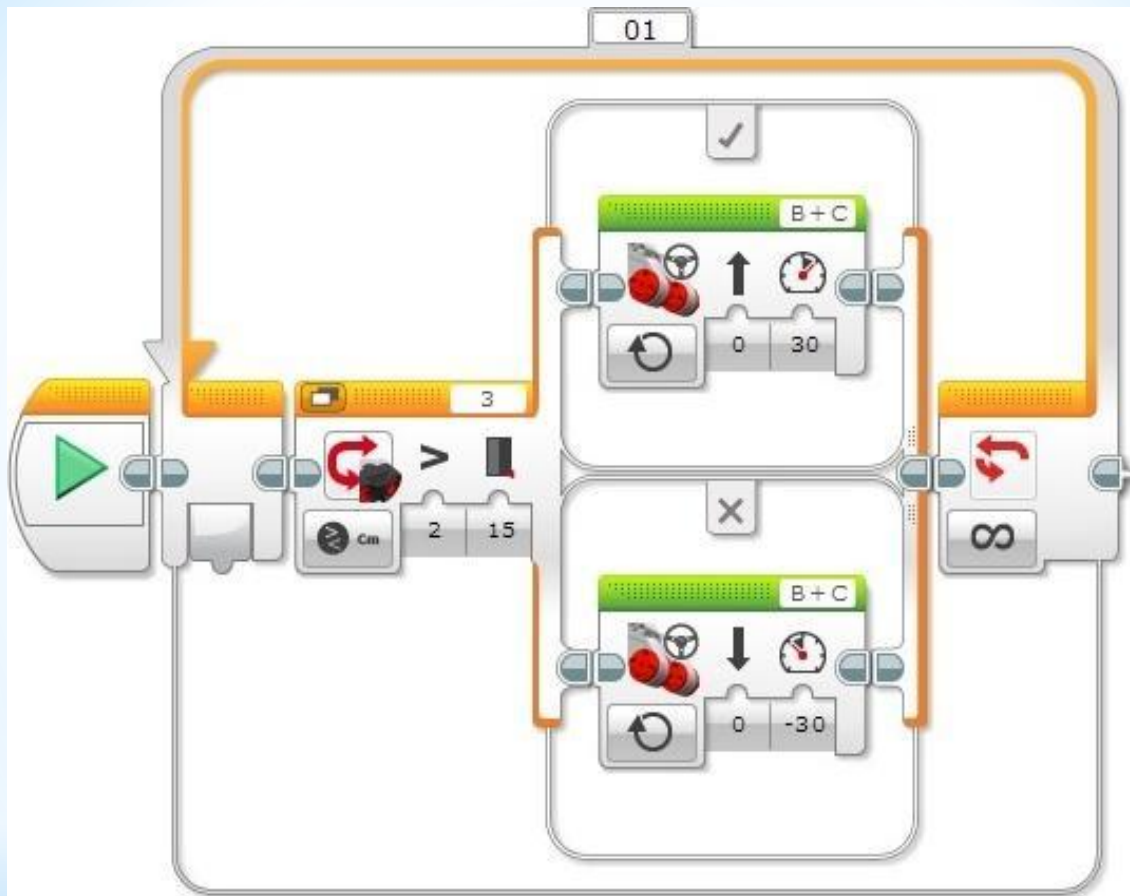

Рис. 4
* Поместим в эти контейнеры программные блоки, включающие движение вперед и назад. Для того чтобы программный блок "Переключатель" выполнялся многократно, поместим его внутрь программного блока "Цикл" Оранжевой палитры (Рис. 4).